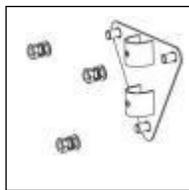
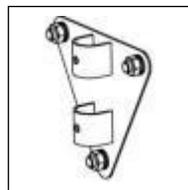

Bild 3 .
Bild 4.
3) . Montera väggpanelen (2) på väggen och lås muttern (3) med tre steg. Du kan behöva använda en liten skiftnyckel. Se (bild 3.) (bild 4.)